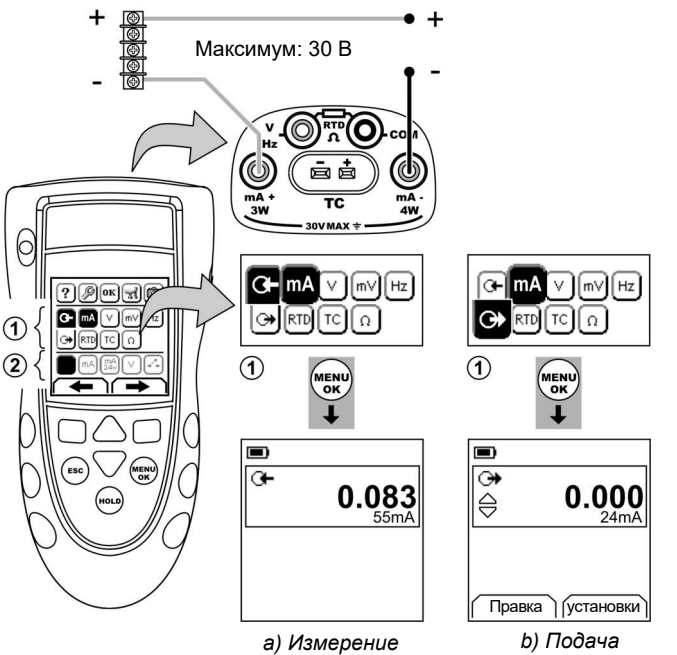

Рисунок 1: Пример конфигурации - Для измерения/подачи mA с внешним питанием петли (Область 1)
- Подключите прибор (Рисунок 1 , 2 или 3), и при необходимости, отрегулируйте *Настройка* (Таблица 1).